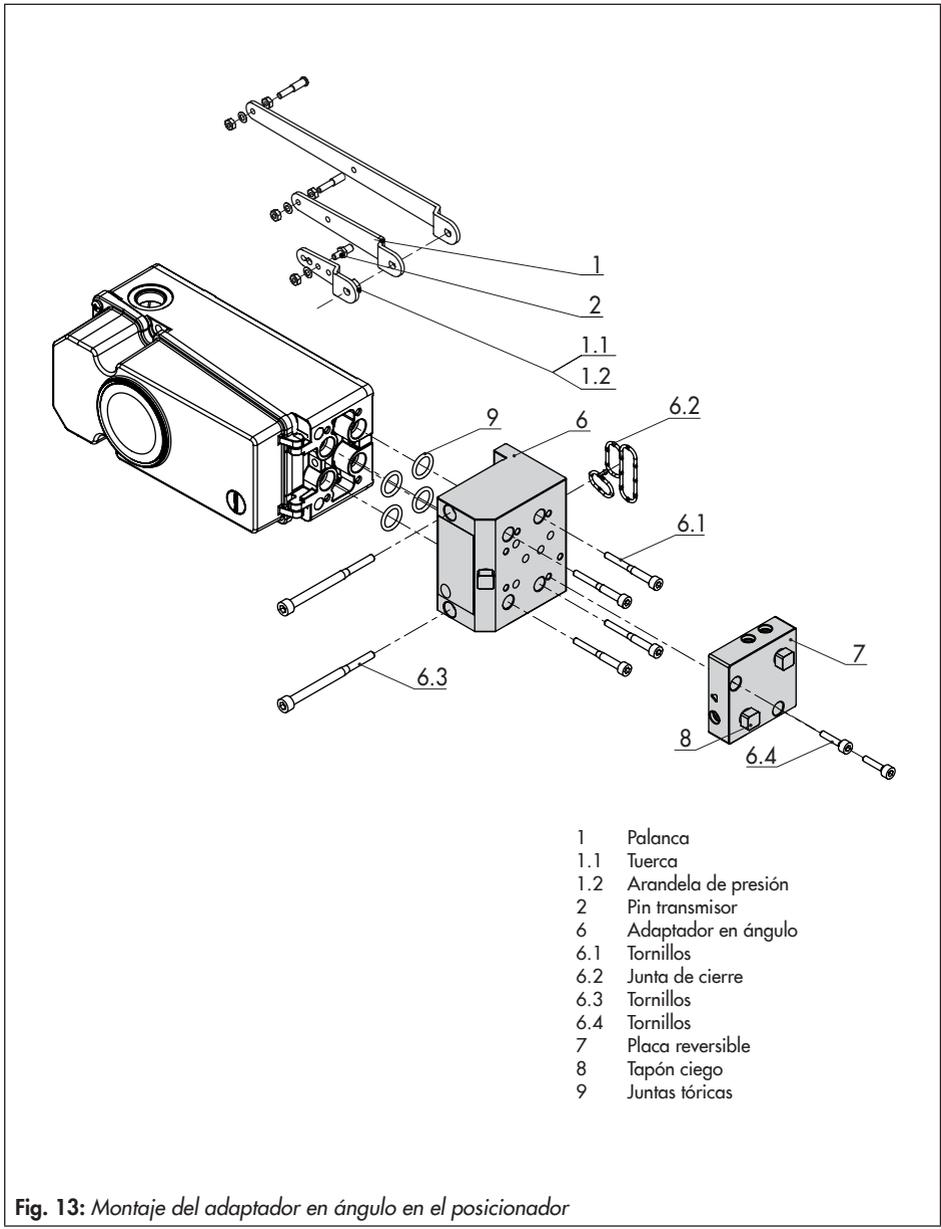

Fig. 13: Montaje del adaptador en ángulo en el posicionador
11. Atornillar el posicionador mediante los dos tornillos (6.3) al bloque adaptador (13), cuidando que la junta de cierre (6.2) quede en su lugar (ver Fig. 13).
12. Montar la tapa (11) en el otro lado. Al hacerlo prestar atención para que una vez instalada la válvula, el tapón de desaireación apunte hacia abajo, para asegurar la evacuación de posibles condensados.